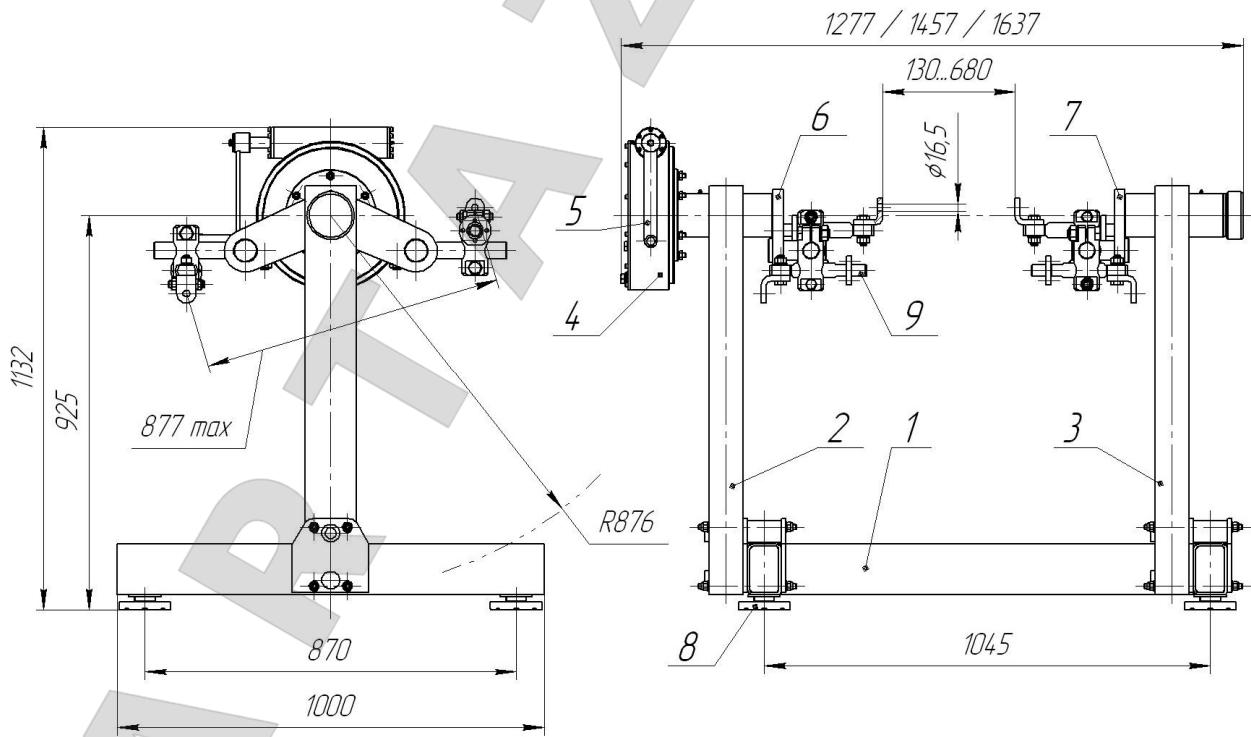

Рис. 1 Стенд Р776Е
4.1. Двигатель, установленный на стенд через адаптеры поз. 9 (рис. 1), поворачивается вращением тихоходного вала червячного редуктора поз. 4 в положение наиболее удобное для работы. Редуктор соединен с приводным шпинделем поз. 6. С противоположной стороны в задней стойке поз. 3 установлен неприводной шпиндель поз. 7. Вращение быстроходного вала червячного редуктора осуществляется через рукоятку поз. 5.